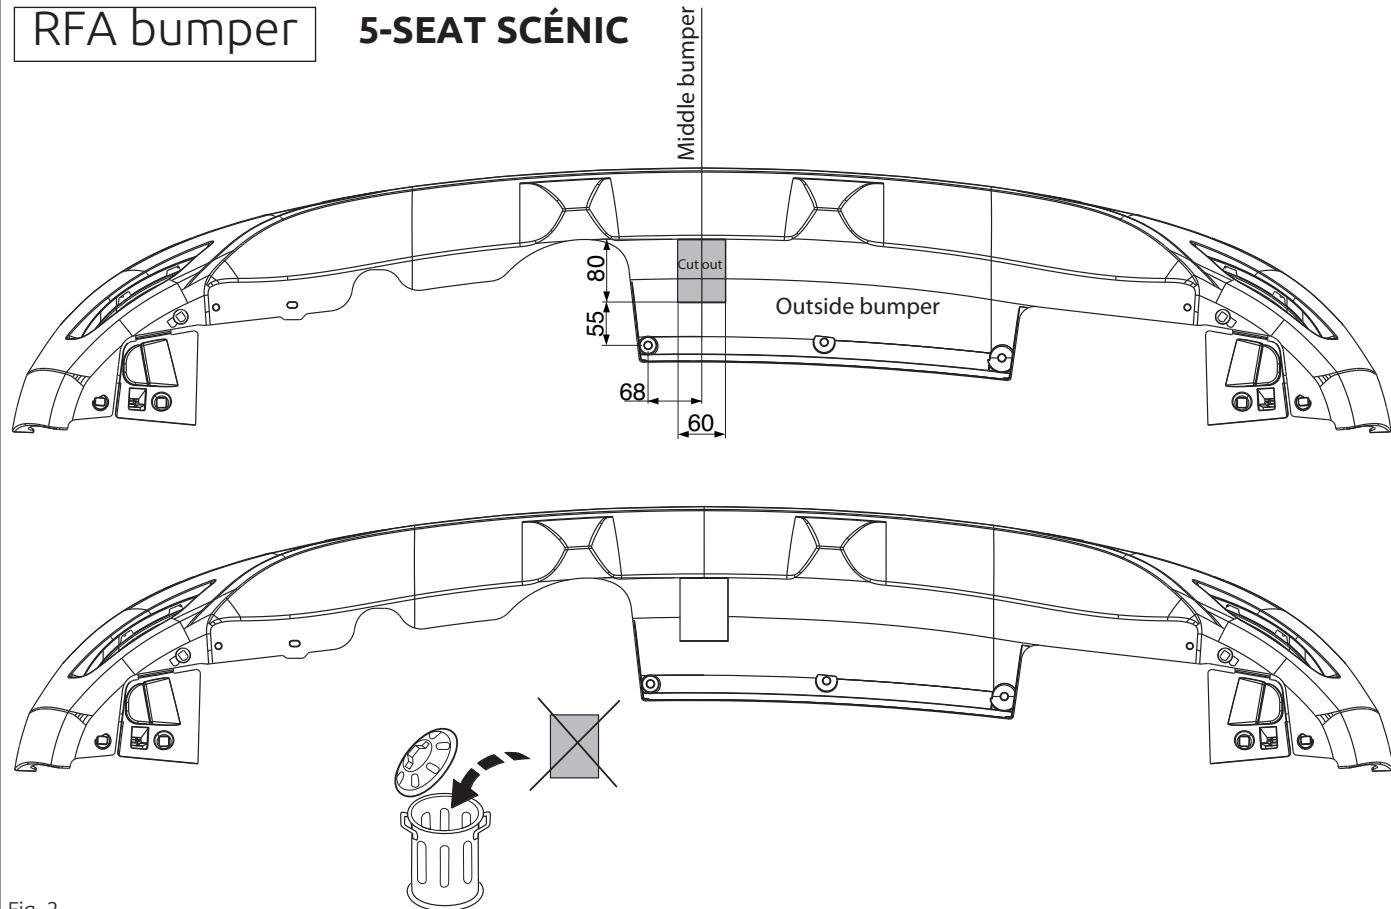

Fig. 2
8. Выпилить обозначенные части, как указано на рис. 2,2а и 2б.